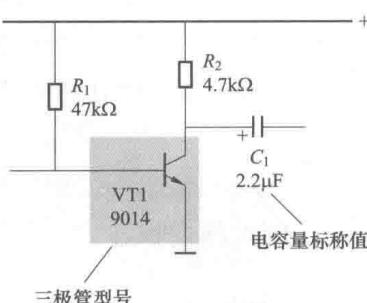

图 1-8 整机电路图中的标称值及三极管型号标注示意图
2) 它给出了电路中各元器件的具体参数，如型号、标称值和其他重要数据等，为检测和更换元器件提供了依据。如图 1-8 所示，更换某个三极管时，可以查阅图中的三极管型号标注。